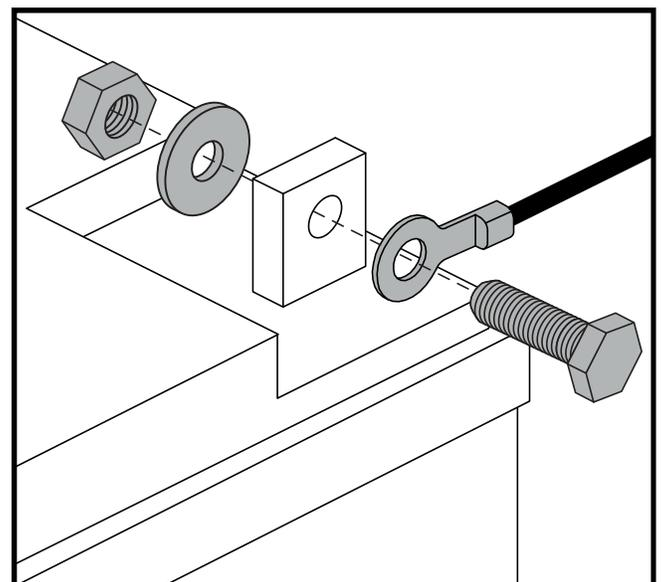

Figura 15. Bulloneria terminale batteria
4. Scollegare i cavi delle batterie dai terminali portando indietro gli involucri dei terminali e svitando il dado dal bullone. **Vedere figura 15.**